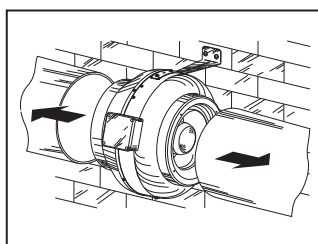

Рис. 22
2. Отсоедините воздухопроводы от вентилятора (рис. 22);